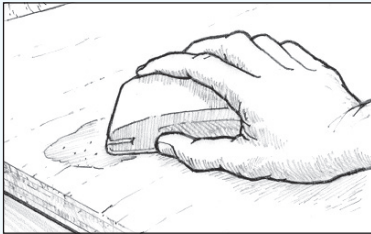

Abbildung 23 Schleifen Sie ausgehärtete Spachtelmasse auf die gewünschte Kontur.
6. Die Oberfläche wird nun beigeschliffen (Abbildung 23). Wenn Sie sehr viel Spachtelmasse entfernen müssen, sollten Sie mit 50er Schleifpapier beginnen. Verwenden Sie 80er Schleifpapier, wenn Sie sich der eigentlichen Kontur nähern.